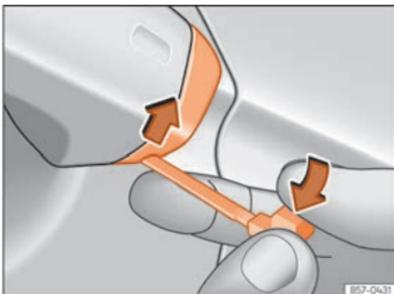

Abb. 56 Fahrertürgriff: Abdeckkappe abhebeln.
- Den Notschlüssel am Fahrertürgriff in die untere Öffnung der Abdeckkappe stecken und die Abdeckkappe von unten nach oben anheben »» **[Abb. 56]**.